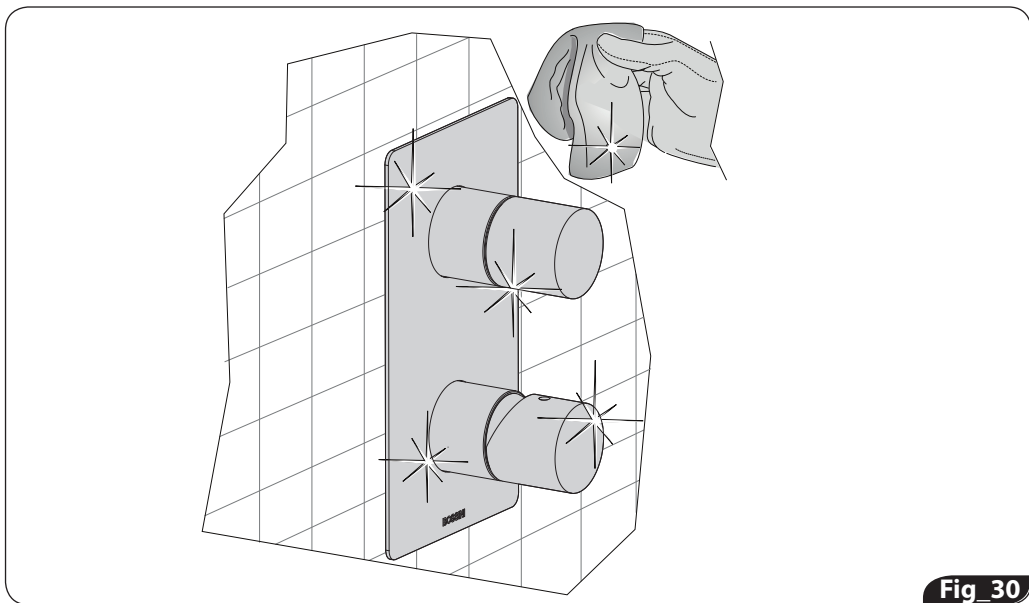

Fig 30
17. Pulire accuratamente i prodotti montati (Fig. 30).
17. Clean the mounted components with care (Fig. 30).
17. Die montierten Produkte sorgfältig reinigen. (Abb. 30)
17. Limpie minuciosamente los productos montado (fig. 30).